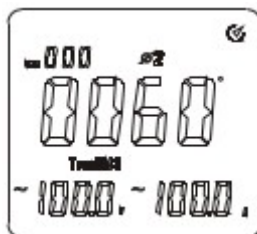

Figura 11-2
• Como muestra la figura 11-2, presione la tecla “SELECT” para elegir la segunda fase ($\phi 2$) de un sistema trifásico de 4 cables. También puede mostrar la potencia aparente, tensión y corriente de la fase 2 ($\phi 2$).